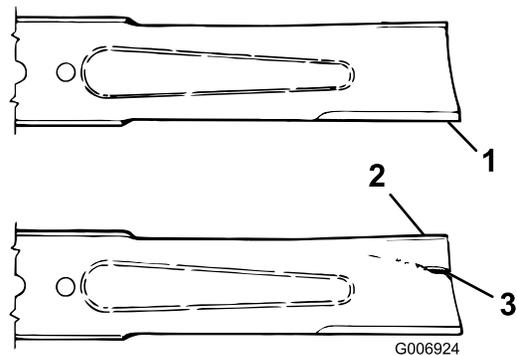

Рисунок 89
3. Осторожно проверьте режущие кромки ножей, особенно в точке соединения плоской и изогнутой частей ножа (Рисунок 89).
4. Проверяйте ножи перед эксплуатацией машины, поскольку песок и абразивный материал могут стачивать металл между плоской и изогнутой частями ножа. При обнаружении износа (Рисунок 89) замените нож; см. Снятие режущего ножа \(страница 77\).
При износе ножа между крылом и плоской частью ножа образуется бороздка (Рисунок 89). Часть ножа может случайно отломиться и вылететь из-под корпуса, возможно, нанеся тяжелую травму оператору или находящимся рядом людям.